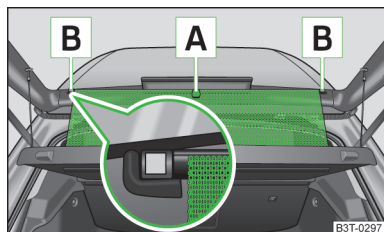

Fig. 60
► Trageți ruloul parasolar de mânerul **A** » fig. 60 și agățați-l în suportii magnetici **B**.